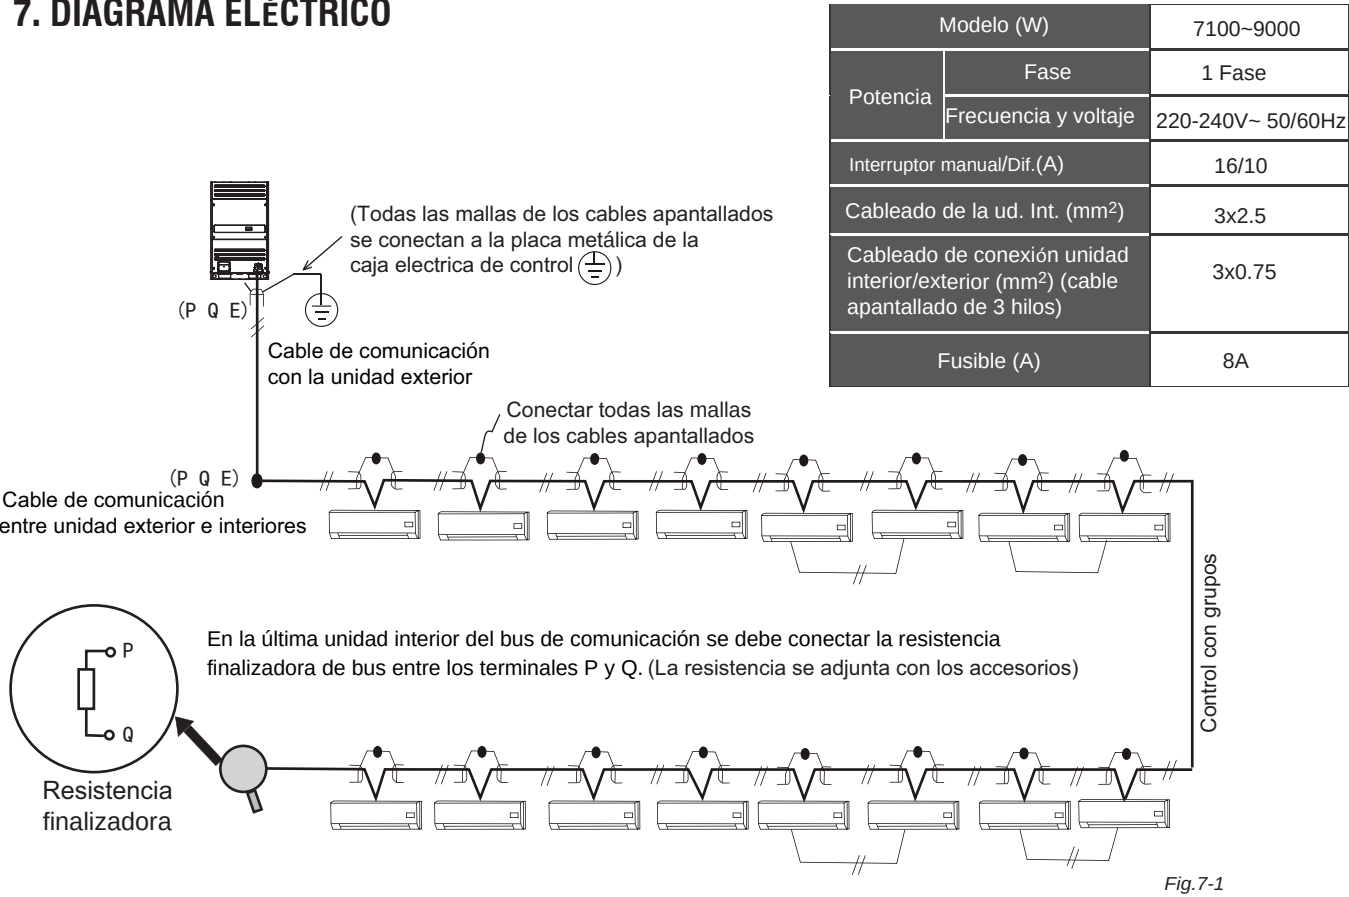

Fig. 7-1
- 1 Saque la placa delantera, después desmonte la placa de cierre del control electrónico. (Véase Fig. 7-1)